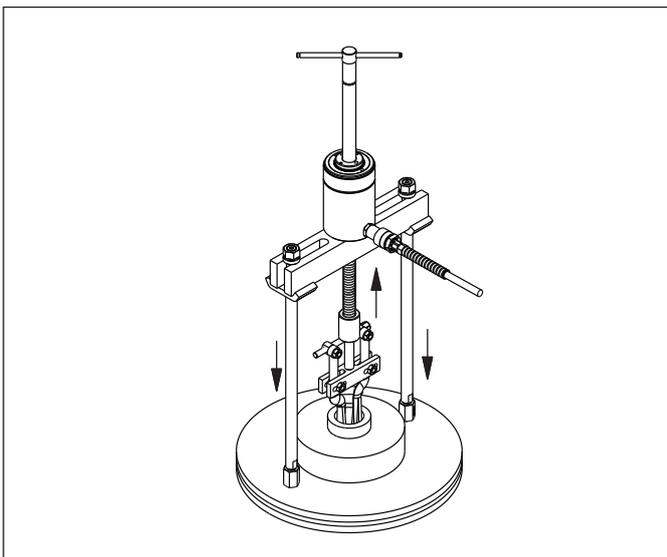

図15: クロスベアリングプラーとベアリングカップアタッチメント (一般的)
- 取り外すベアリングにプラーを取り付けます。プラーのレッグとベアリングカッププラーのジョーを調整します。図15を参照してください。